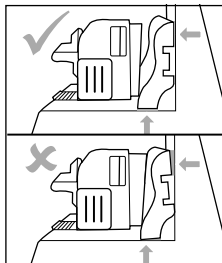

Fig. 9
- ◆ Com uma mão, segure o produto por um dos braços móveis **1**. Fixe adicionalmente os rodapés que não mantenham um ângulo de 90 graus após o aperto (ver fig. 9).